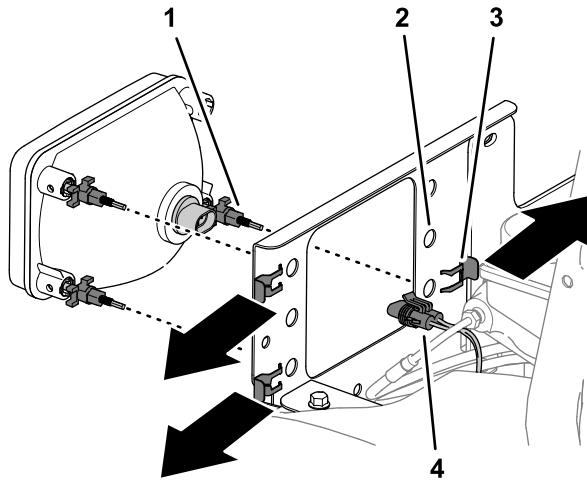

Figura 43
1. Rimuovete il connettore a 2 prese del cablaggio preassemblato della macchina dal connettore a 2 pin nella parte posteriore del faro (Figura 43).
2. Rimuovete le 3 graffette dai 3 dadi di regolazione del faro e rimuovete il faro dalla relativa staffa (Figura 43).
- 5. Allineate i 3 dadi di regolazione del faro attraverso i fori nella staffa di montaggio del faro e fissate i dadi con le graffette (Figura 43) che avete rimosso al passaggio 2.